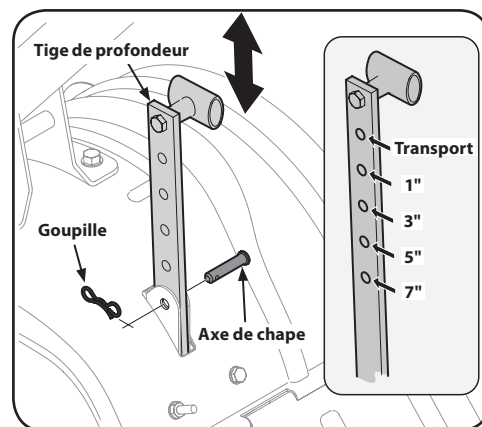

Figure 4-3
1. Lorsque vous utilisez le motoculteur pour la première fois, utilisez le deuxième réglage à partir du haut de la tige (une profondeur de labourage d'un pouce). Voir Figure 4-3.
6. Pour ajuster la tige de profondeur, retirez l'axe de chape et la goupille fendue. Placez la tige au réglage désiré et fixez-la avec l'axe de chape et la goupille fendue. Voir Figure 4-3.
7. Retirez les écrous papillons pour ajuster les panneaux de protection. Placez les panneaux à la position désirée et remplacez les écrous papillon. Serrez bien les écrous papillons. Voir Figure 4-3.